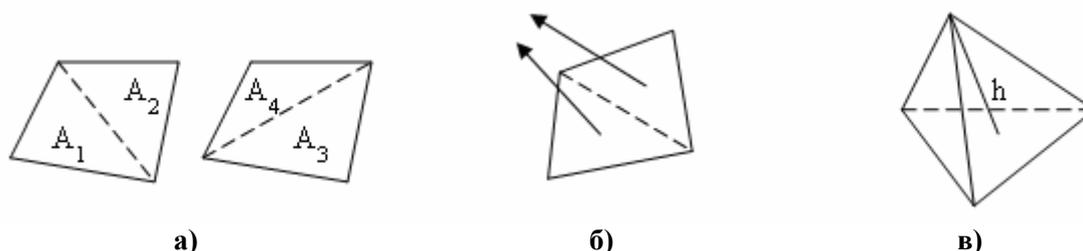

Рис.3.34. Контроль геометрических параметров конечных элементов: а) – „Alternate Taper”; б) – „Warping”; в) – „Tet Collapse”
- „**Alternate Taper**” = $\max \{ (A_i - A_{cp}) / A_{cp} \}$, где A_i – площади 4-х треугольников (см. рис.3.34-а), A_{cp} – средняя площадь этих треугольников (только для КЭ с четырехугольными гранями);
- „**Warping**” (искривление: максимальный угол между нормальными к центрам треугольников на четырехугольных гранях КЭ (см. рис.3.34-б);
- „**Tet Collapse**” (вырождение тетраэдра в виде иглообразности или сплюсненности): наибольшее отношение между величинами всех 4-х высот тетраэдра (КЭ), см. рис.3.34-в;